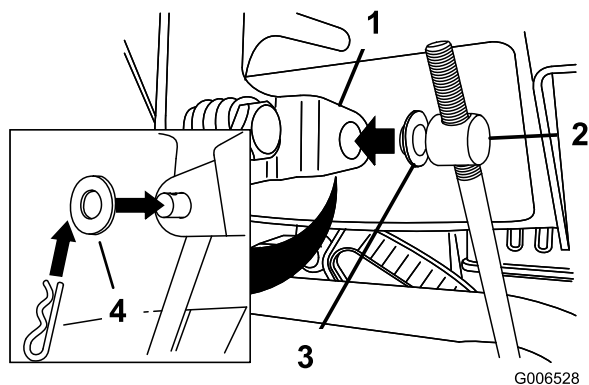

Figura 11
3. Togliete la coppiglia a forcina e la rondella esterna dal barilotto sul lato superiore dell'asta di comando della velocità (Figura 11).
Nota: Per agevolare l'installazione lasciate la rondella piana sul barilotto (Figura 11).
6. Sollevare l'asta di comando della velocità ed inserire il barilotto nel foro della leva di selezione della velocità (Figura 11).
- B. Scollegate il barilotto dalla leva del selettore della velocità (Figura 11).
- C. Abbassate il barilotto sull'asta di controllo della velocità (senso orario) (Figura 11).
- D. Collegate il barilotto alla leva del selettore della velocità (Figura 11).
- C. Alzate il barilotto sull'asta di controllo della velocità (senso antiorario) (Figura 11).